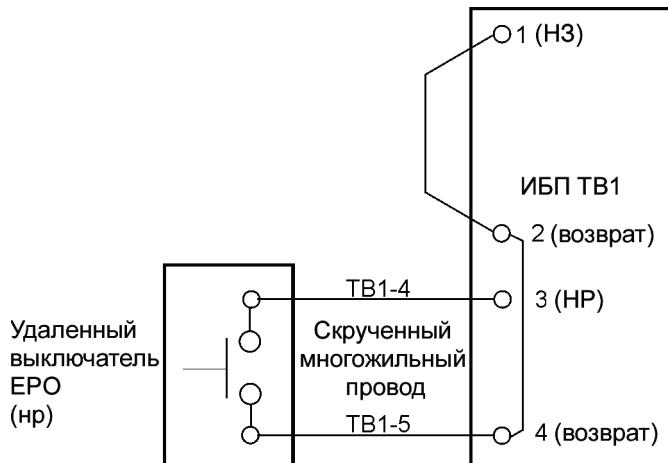

Рис. 4-17. Проводка нормально-разомкнутого удаленного выключателя EPO
8. Проложите и подключите проводку как показано на Табл. 4-2 и Рис. 4-17.